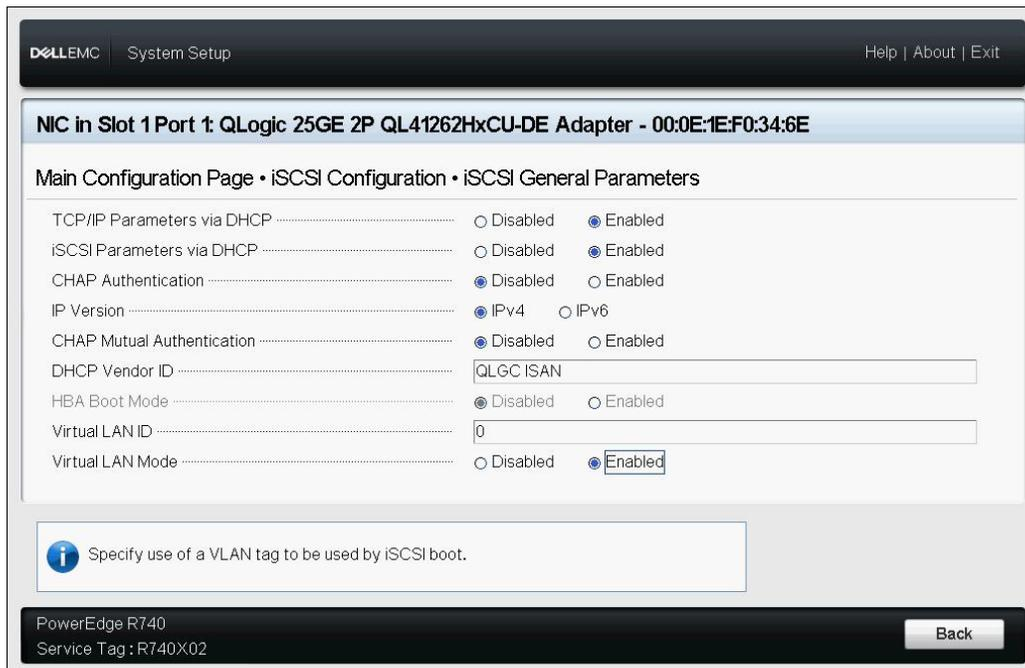

Abbildung 9-15. Systemeinstellung: Allgemeine iSCSI-Parameter
- Legen Sie auf der Seite „iSCSI General Parameters“ (Allgemeine iSCSI-Parameter) die folgenden Optionen fest, wie unter Abbildung 9-15 dargestellt: